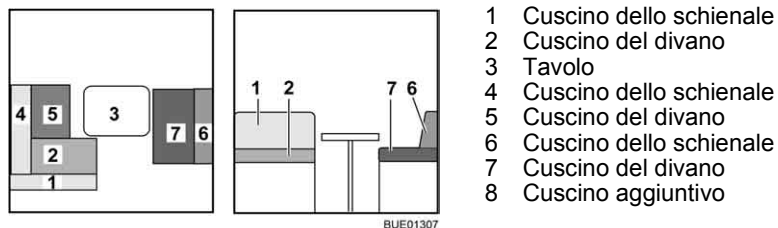

Fig. 140 Prima della trasformazione
- Trasformare il tavolo (Fig. 140,3) in struttura di supporto letto (vedi paragrafo 6.11).
- Rimuovere i cuscini dello schienale (Fig. 140,1 e 4) e riporli.